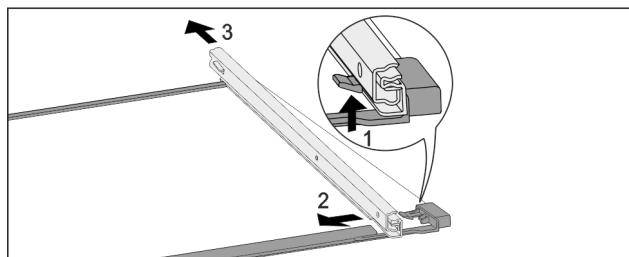

Fig. 67 Płyta szklana z szynami
- ▶ Wcisnąć przedni hak ryglujący do góry. Fig. 67 (1)
- ▶ Wsunąć prowadnicę w bok Fig. 67 (2) i do tyłu Fig. 67 (3).